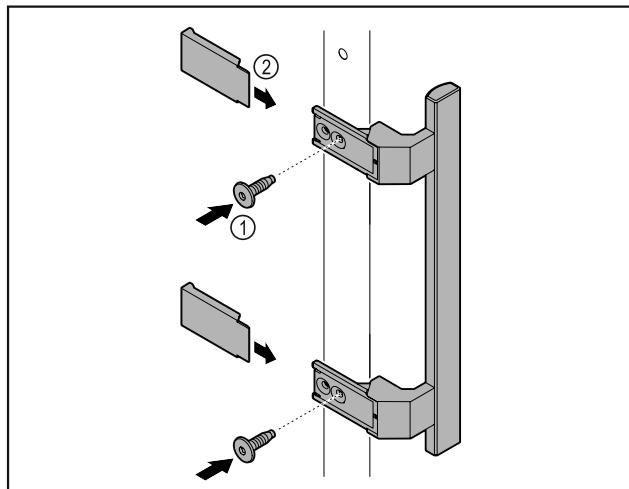

Fig. 5
- Montirajte ručku iz vrećice s priborom s pomoću priloženih vijaka Fig. 5 (1) na vrata.
- Postavite poklopac Fig. 5 (2).